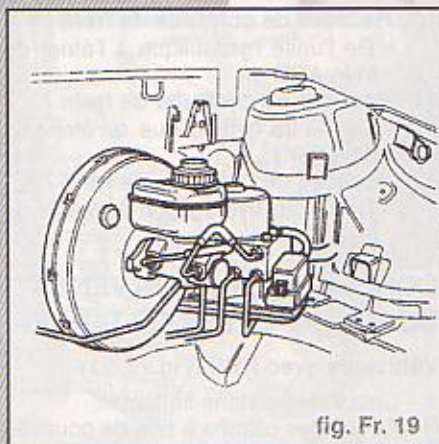

fig. Fr. 19
- Emplacement de l'ABS sur le véhicule (Fig. Fr. 19).